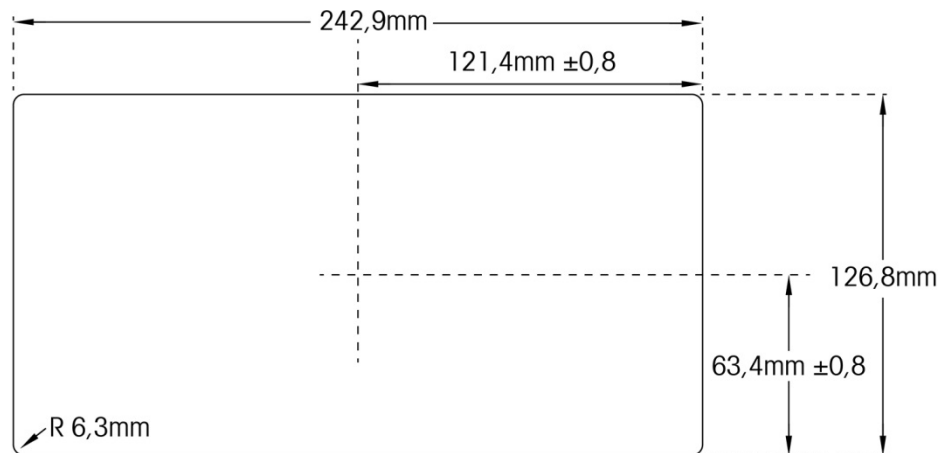

Figura 2-10: Dimensioni di taglio del pannello
4. Ricavare un'apertura nel pannello o nell'involucro industriale per le dimensioni di taglio del pannello mostrate in pollici e [mm] in Figura 2-10.